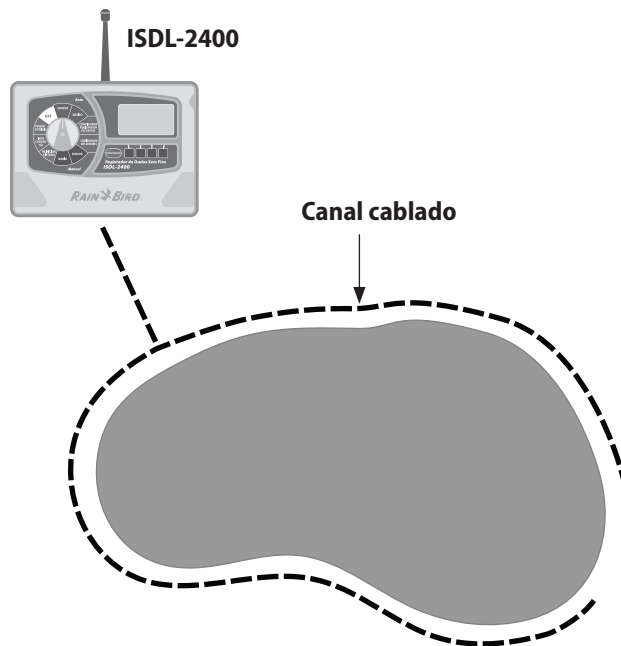

Figura 10 - Instalação do Canal Cablado
- 1** Com uma pá, um cortador de relva com kit tunelador ou arado vibrador, coloque o cabo à volta do campo, a uma profundidade suficiente para evitar danos por aerificação, como mostrado na Figura 10. Comece pelo registador de dados ou na localização da caixa da válvula mais afastada.